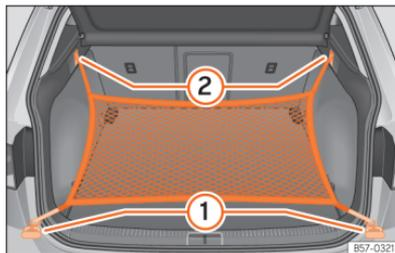

Fig. 176 Na bagageira: argolas ① e ganchos ② para fixar o saco de rede.
- Fixe os ganchos curtos da rede nas argolas de fixação »»» **Fig. 176** ① »»» . O fecho de correr do saco deve ficar voltado para cima.
- Fixe as fitas nos ganchos para prender sacos ②.